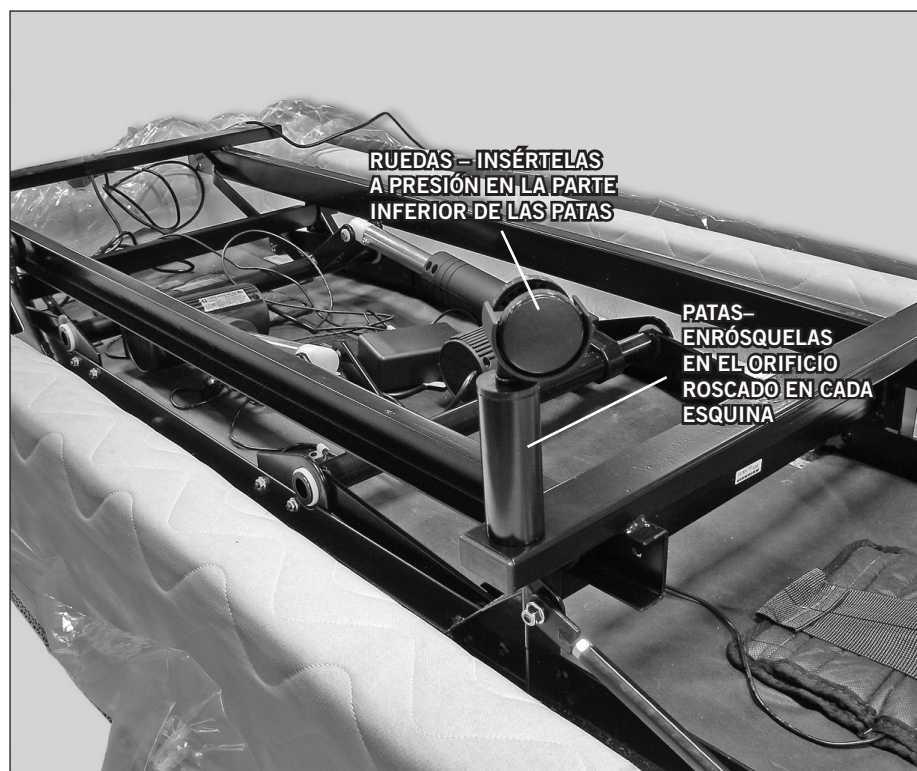

FIGURA 1: Instalación de patas y ruedas.
Instale las (4) patas en el armazón de la base. Atornille las patas en los orificios roscados que se encuentran en cada esquina del armazón (**FIGURA 1**). Inserte las ruedas en el extremo inferior de cada pata.